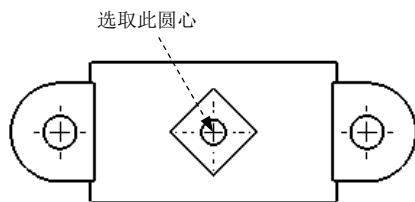

图 6.3.19 选取剖切点
Step3. 在“剖面视图”对话框中选择 **半剖面** 选项卡，在 **半剖面** 区域单击  按钮，然后选取图 6.3.19 所示的圆心为剖切点。